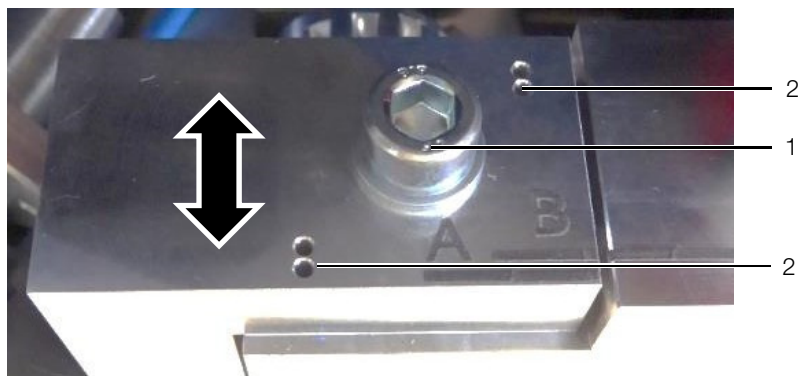

Fig. 12: Regolazione del cuneo di apertura (impostazione: B)
- Allentare la vite di bloccaggio (fig. 12, pos. 1) in modo che la piastra di regolazione possa essere leggermente sollevata sopra i perni di bloccaggio.
- Portare la piastra di regolazione nella posizione desiderata. Una coppia dei perni di fissaggio deve inserirsi nelle corrispondenti aperture (fig. 12, pos. 2).
- Stringere nuovamente la vite di bloccaggio (fig. 12, pos. 1).